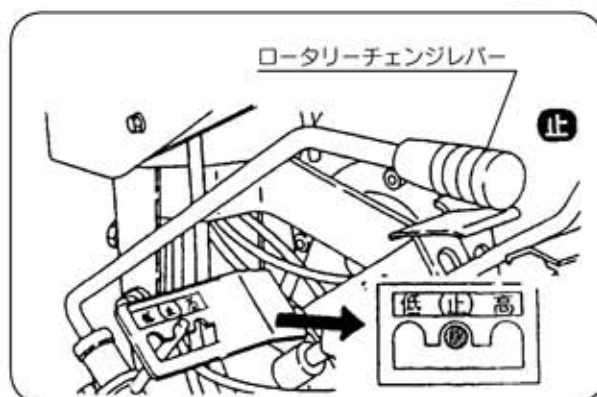

図16
- ③ロータリーチェンジレバーを「止」の位置にします。(図16)